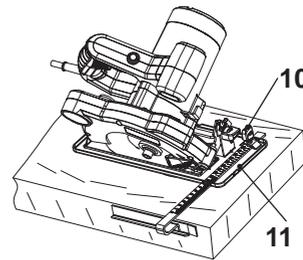

Fig. 12
1. Ajuste el ángulo de corte deseado; asegúrese de que la perilla de fijación del ángulo de bisel (10) esté bien apretada.
3. Coloque la placa base (11) de forma plana sobre la pieza y empuje el producto hacia delante a un ritmo uniforme (Fig. 12).